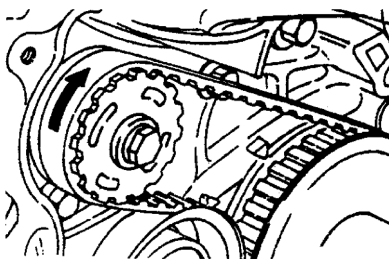

图 4-39 记下正时带方向
(5) 正时带 B 拆卸 记下正时带旋转方向以期复装时无误, 如图 4-39 所示。
(6) 平衡带轮拆卸